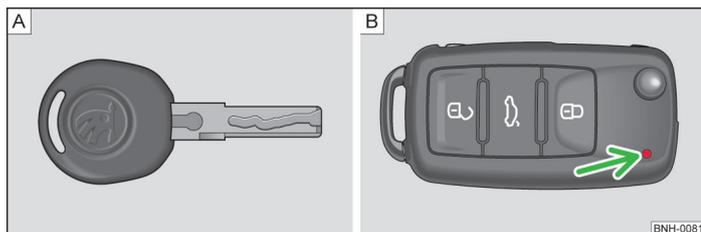
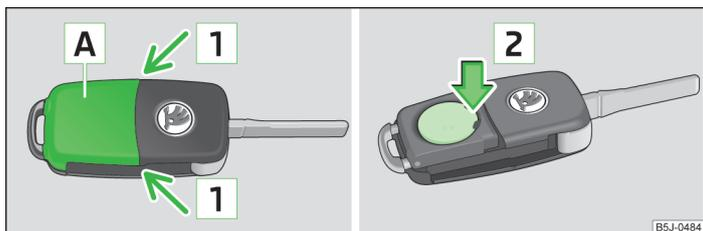

Fig. 8 Llave: sin mando a distancia / con mando a distancia
Fig. 9 Llave con mando a distancia: quitar la tapa / extraer la pila
Con el vehículo se suministran dos llaves. Según el equipamiento, su vehículo puede estar provisto de llaves sin mando a distancia » fig. 8 - A o de llaves con mando a distancia » fig. 8 - B.
Cada llave con mando a distancia contiene una pila que está alojada debajo de la tapa **A** » fig. 9. Si la pila está descargada, después de pulsar una tecla de la llave, no parpadea el testigo de control rojo » fig. 8 de la página 31 - **B**. Le recomendamos encargar el cambio de la pila de la llave a un taller especializado. Si, de lo contrario, desea cambiar la pila descargada usted mismo, proceda como sigue.
- Presionar la tapa del compartimento de la pila pulsando con el pulgar o con un destornillador plano en la zona de la flecha **1** » fig. 9.